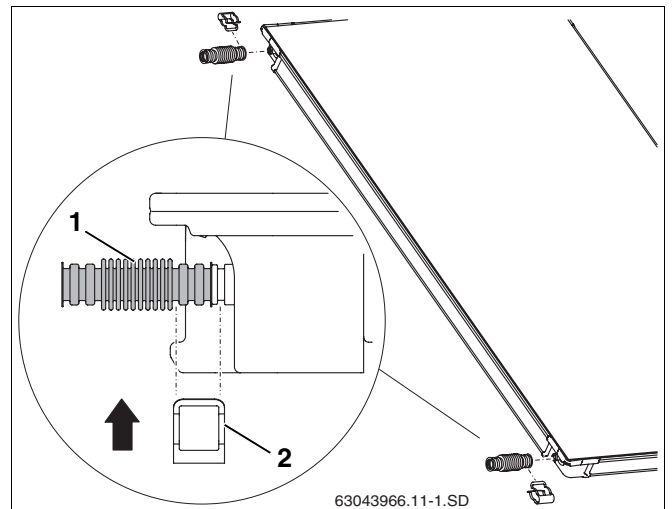

Fig. 48 Montar as ligações de tubo ondulado no primeiro colector
- ▶ Colocar as ligações de tubo ondulado (fig. 48, **item 1**) sobre as ligações da esquerda do primeiro colector.
- ▶ Colocar o grampo (fig. 48, **item 2**) para fixação da ligação sobre a ligação de tubo ondulado e do colector.